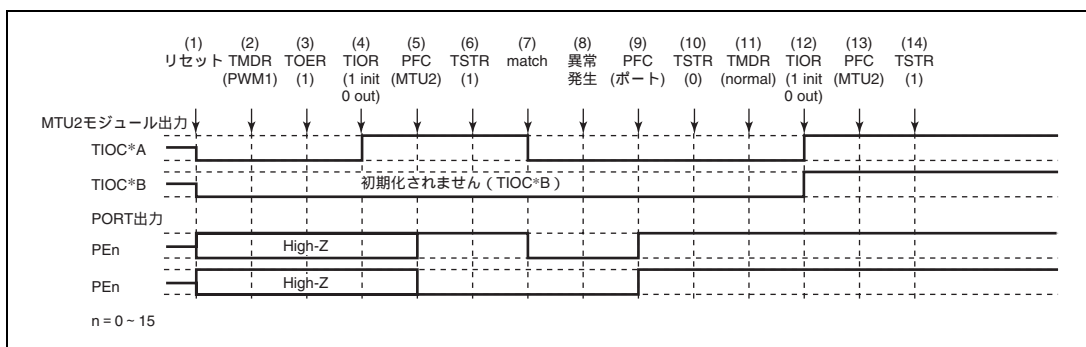

図 12.145 PWM モード 1 で異常が発生し、ノーマルモードで復帰する場合
PWM モード 1 で異常が発生し、再設定後ノーマルモードで再スタートする場合の説明図を図 12.145 に示します。
(1) ~ (10) は図 12.145 と共通です。
(11) PWM モード 1 で再スタートする場合には必要ありません。
(12) TIOR で端子を初期化してください (PWM モード 1 では TIOC*B 側は初期化されません)。
(13) PFC で MTU2 出力としてください。
(14) TSTR で再スタートします。
(11) PWM モード 2 を設定します。
(12) TIOR で端子を初期化してください (PWM モード 2 では周期レジスタの端子は初期化されません)。
(11) 位相計数モードを設定します。
(12) TIOR で端子を初期化してください。
(11) 波形生成部の初期化のためノーマルモードを設定してください。
(12) TIOR で PWM モード 1 の波形生成部を初期化してください。
(13) TIOR で PWM モード 1 の波形生成部の動作を禁止してください。
(14) TOER でチャンネル 3、4 の出力を禁止してください。
(15) TOCR で相補 PWM の出力レベルと周期出力の許可禁止を選択してください。
(16) 相補 PWM を設定します。
(17) TOER でチャンネル 3、4 の出力を許可してください。
(18) PFC で MTU2 出力としてください。
(19) TSTR で再スタートします。